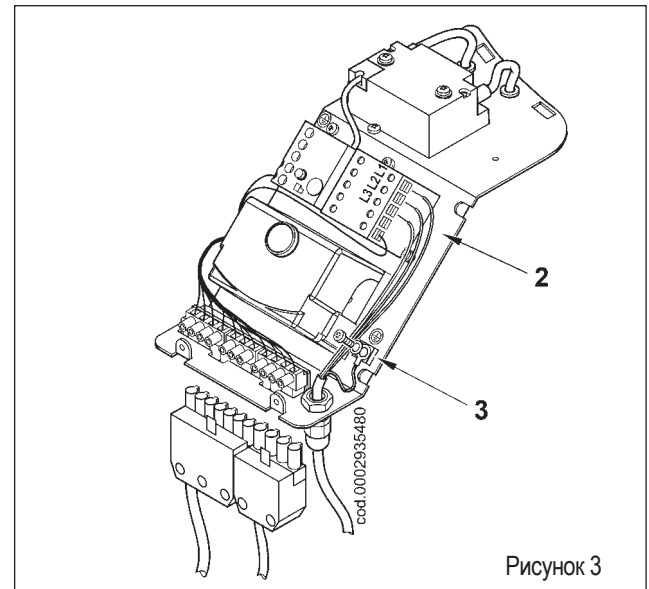

Рисунок 3
- Подсоедините токоподводящие провода (2) к дистанционному выключателю, закрепите заземляющий провод (3) и затяните соответствующий кабельный зажим (рис.3). Соедините 7-штырьковый и 4-штырьковый разъемы.